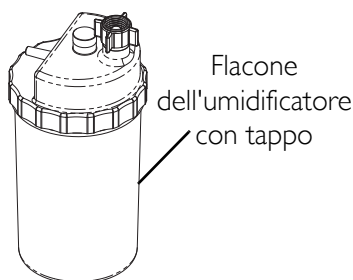
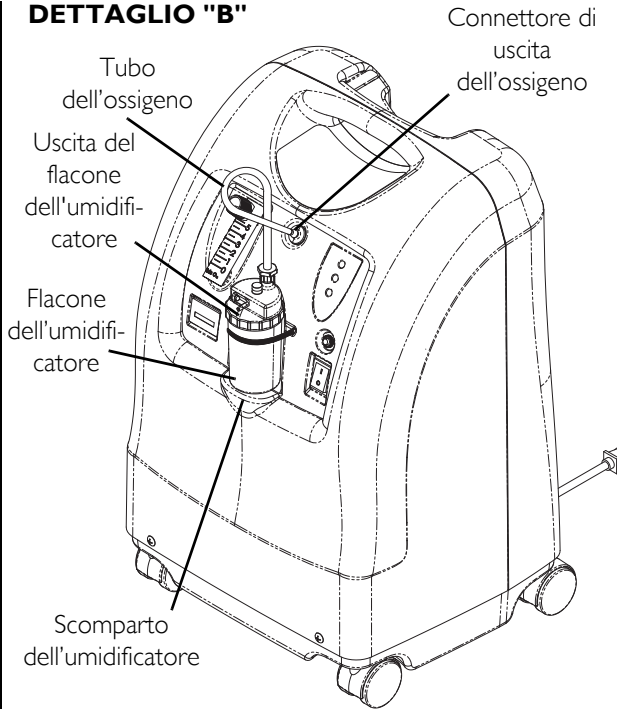

FIGURA 7.1 Riempimento dell'umidificatore
FIGURA 7.3 Scomparto dell'umidificatore
NOTA: Per questa procedura, fare riferimento a FIGURA 7.1 e FIGURA 7.2 a pagina 85 e a FIGURA 7.3 a pagina 86.
6. Applicare l'adattatore del flacone dell'umidificatore al flacone stesso ruotando in senso antiorario su di esso il dado ad alette fino a fissarlo saldamente. Vedere il Dettaglio "A" nella FIGURA 7.3.
7. Collocare il gruppo flacone dell'umidificatore/adattatore nello scomparto dell'umidificatore sul concentratore. Vedere il Dettaglio "B" nella FIGURA 7.3.
8. Collegare il tubo dell'ossigeno proveniente da gruppo flacone dell'umidificatore/adattatore al connettore di uscita dell'ossigeno sul concentratore. Vedere il Dettaglio "B" nella FIGURA 7.3.
9. Collegare la cannula/il tubo di erogazione al paziente all'uscita del flacone dell'umidificatore. Vedere il Dettaglio "B" nella FIGURA 7.3.